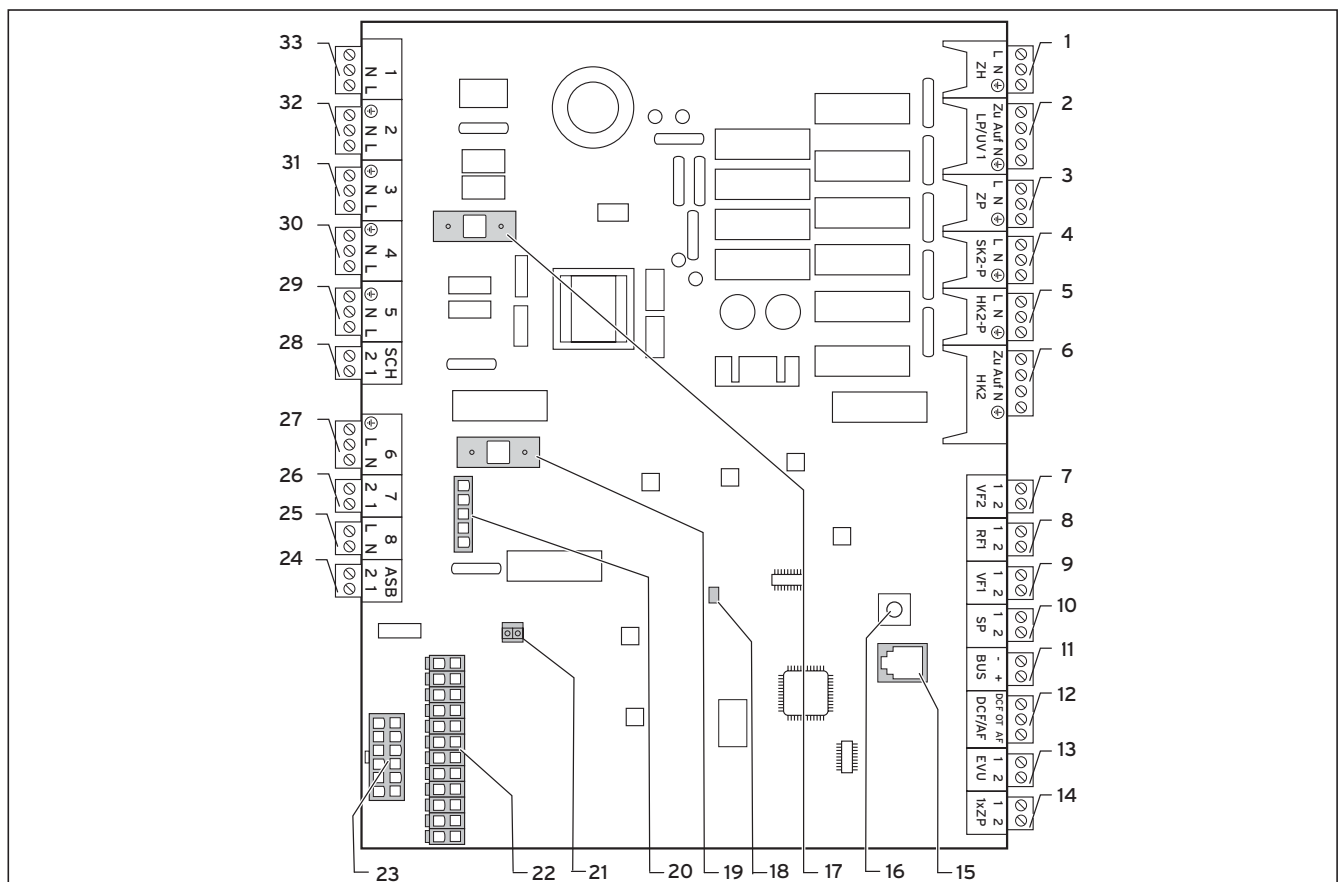

Fig. 6.6 Scheda della centralina di regolazione
- Collegare l'alimentazione elettrica all'alimentazione della rete principale (1).
- Collegare il relè del segnale di controllo al morsetto 13 "EVU" se richiesto dal gestore della rete elettrica. All'arrivo di questo segnale, a contatto chiuso, la pompa di calore viene fermata (vedi fig. 6.6). Nell'appendice è riportata una visione d'insieme dell'intero schema elettrico.
- Collegare il relè del segnale di controllo al morsetto 13 "EVU" se richiesto dal gestore della rete elettrica. All'arrivo di questo segnale, a contatto chiuso, la pompa di calore viene fermata (vedi fig. 6.6).